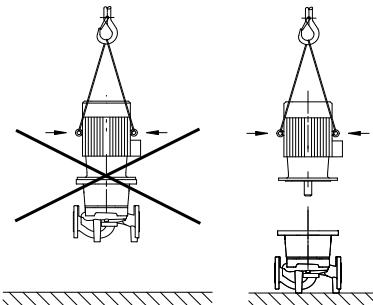

Fig. 20: Transport af motoren
- Løfteøjer på motoren må kun anvendes til at bære motorlasten og ikke til at bære hele pumpen (Fig. 20).